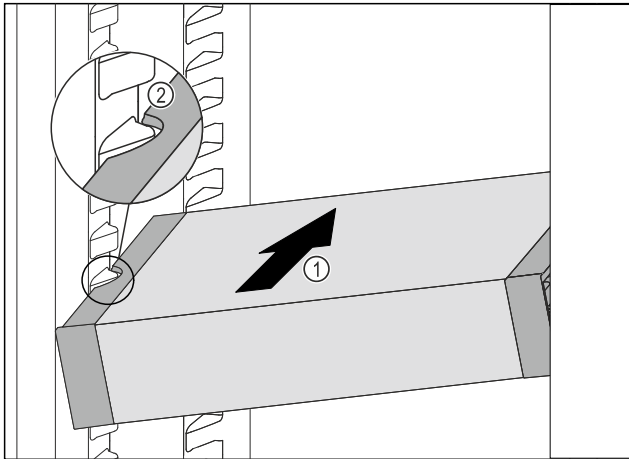

Fig. 57
- ▶ VarioSafe schräg in das Kühlteil einschieben Fig. 57 (1), bis sich die seitlichen Aussparungen Fig. 57 (2) des VarioSafes auf Höhe der Behälterrippe im Kühlteil befinden.